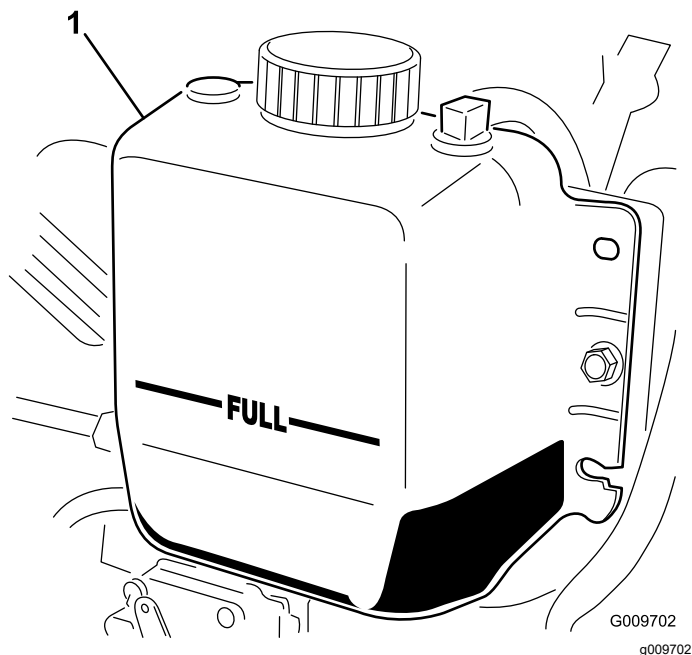

Figure 111
3. Vérifiez le niveau du liquide de refroidissement dans le radiateur. Le radiateur doit être rempli jusqu'en haut du goulot de remplissage et le vase d'expansion jusqu'au repère MAXIMUM (Figure 111).